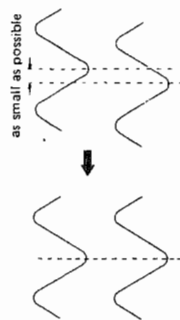

Figure 15-4
4. Adjust the head azimuth adjusting screw so that sine waveform attains the maximum and the same phase in right and left. See Fig. 15-4.
5. Even without using the oscilloscope, also adjust the head azimuth adjusting screw so that outputs of both the right and left channels attain the maximum and the same phase in right and left. See Fig. 15-4.
- Die Kopfazmut-Einstellschraube auf eine Weise einstellen, daß die Wellenform seine Maximalhöhe erreicht und rechts und links phasengleich wird. Siehe Abbildung 15-4.
- Selbst ohne ein angeschlossenes Oszilloskop sollte die Kopfazmut-Einstellschraube so eingestellt werden, daß beide Kanäle auf der rechten und linken Seite Maximalausgänge erlangen und auf beiden Seiten phasengleich sind. Siehe Abbildung 15-4.